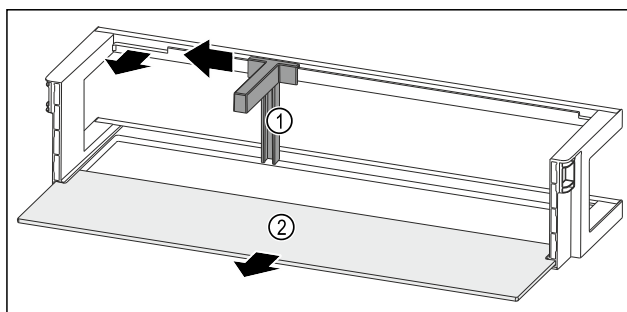

Fig. 199 Дверная полка с держателем для бутылок и съемной полкой
- ▶ Сместите держатель для бутылок Fig. 199 (1) до выемки в сторону.
- ▶ Извлеките держатель для бутылок Fig. 199 (1).
- ▶ Извлеките съемную полку Fig. 199 (2).